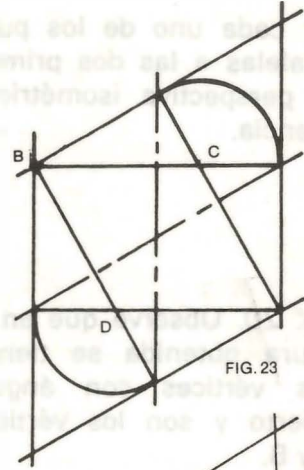

FIG. 23
- Haciendo centro en los puntos C y D y tomando como radio la longitud de la recta que hay de cada uno de estos puntos a los puntos medios del cuadrado isométrico, trace los arcos (fig. 23).